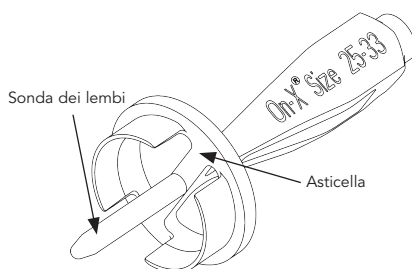

Figura 3: Rotatore della valvola
**Rotatori** – Il rotatore della valvola (Figura 3) consente di orientare una valvola in sede e può inoltre essere utilizzato per verificare la mobilità dei lembi. Il rotatore della valvola è costituito da una testina di plastica con una sonda di mobilità dei lembi situata al centro e un manico di supporto. Il rotatore è correttamente orientato per l'inserimento nella valvola quando l'asticella sulla testina è allineata con l'asse girevole dei lembi e la punta della sonda è inserita nell'orifizio centrale fra i lembi.